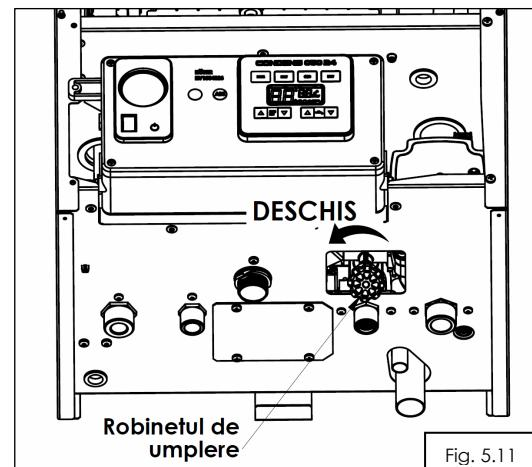

Fig. 5.11
- se deschide robinetul de umplere (fig. 5.11) al centralei si cele ale instalatiei de termoficare/apa menajera;
- deschideti robinetul de umplere al centralei (fig.5.11), dupa care deschideti un robinet de la unul din punctele de consum apa calda menajera.